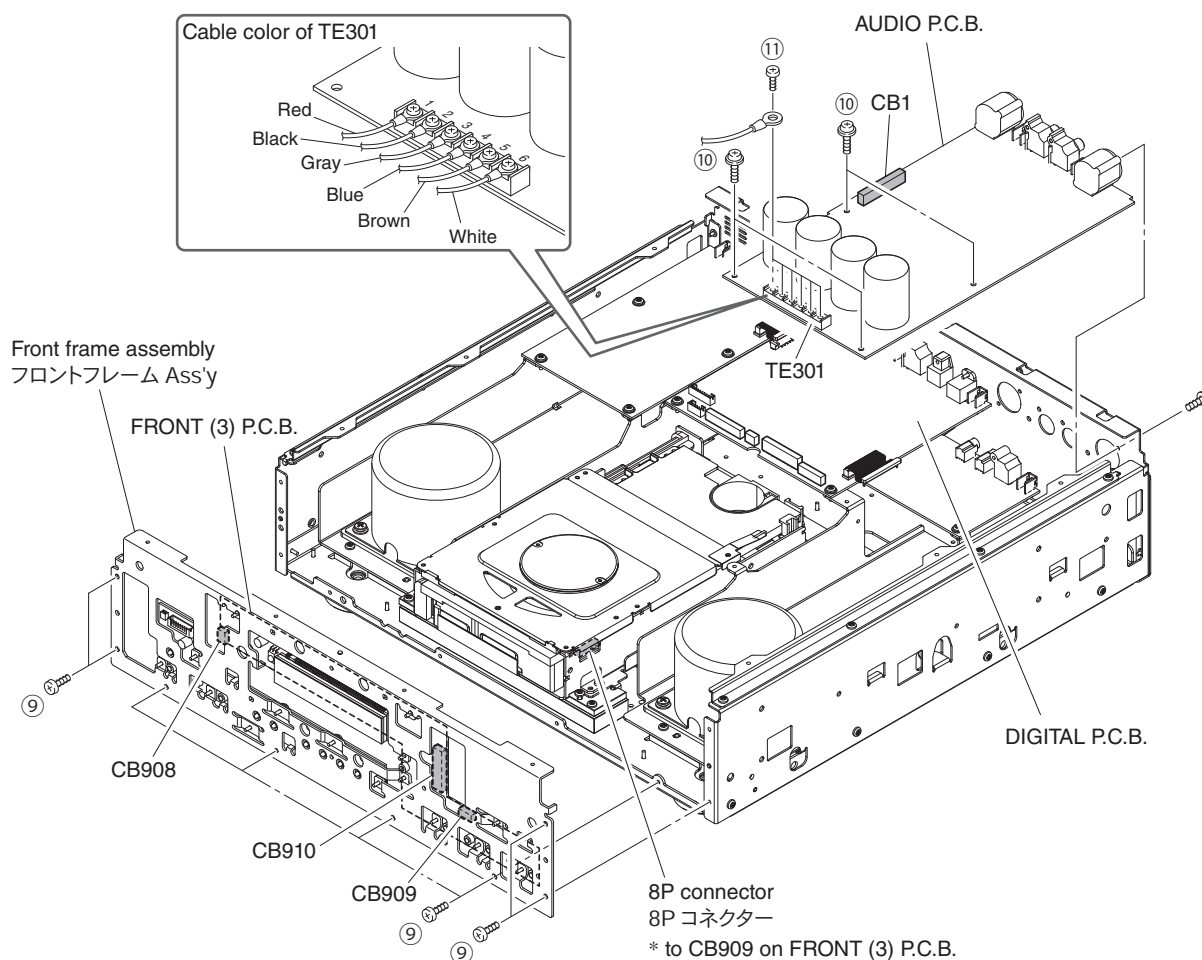

Fig. 4
- Remove 8 screws (9). (Fig. 4)
- Remove CB908, CB910 and 8P connector. (Fig. 4)
- Remove the front frame assembly. (Fig. 4)
- Remove 4 screws (10). (Fig. 4)
- Remove 6 screws (11) and disconnect 6 cables. (Fig. 4)
- * Make sure that all the removed cables are reinstalled at specified positions. (Fig. 4)
- Remove CB1. (Fig. 4)
- Lift the front of AUDIO P.C.B. and then remove it. (Fig. 4)
- 9 のネジ 8 本を外します。(Fig. 4)
- CB908、CB910、8P コネクタを外します。(Fig. 4)
- フロントフレーム Ass'y を外します。(Fig. 4)
- 10 のネジ 4 本を外します。(Fig. 4)
- 11 のネジ 6 本を外し、ケーブル 6 本を外します。(Fig. 4)
- ※ 取り外したケーブルはすべて決められた位置に取り付けてください。(Fig. 4)
- CB1 を外します。(Fig. 4)
- AUDIO P.C.B. の前方を持ち上げて外します。(Fig. 4)